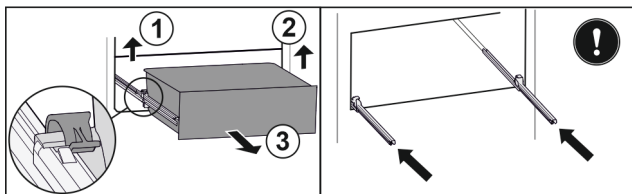

Fig. 36
- ▶ Приподнимите левый зажим и одновременно вытяните движением вперед выдвижной ящик слева. Fig. 36 (1)
- ▶ Приподнимите правый зажим и одновременно вытяните движением вперед выдвижной ящик справа. Fig. 36 (2)
- ▶ Извлеките выдвижной ящик движением вперед. Fig. 36 (3)